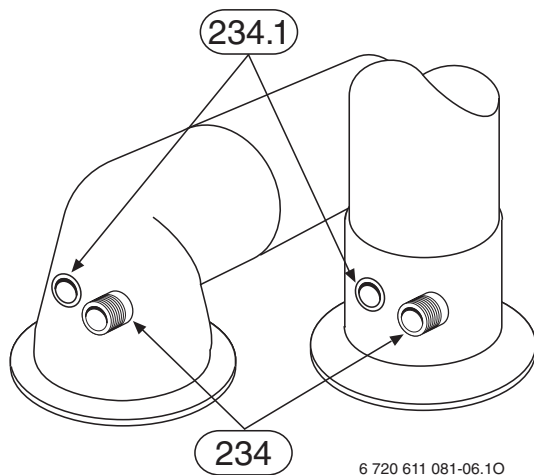

Fig. 66 Analisi di combustione
3. Operazione su sistema concentrico (orizz o vert./ Fig 66)
- Rimuovere il tappo dei gas combustibili presso la presa di analisi combustione (234).